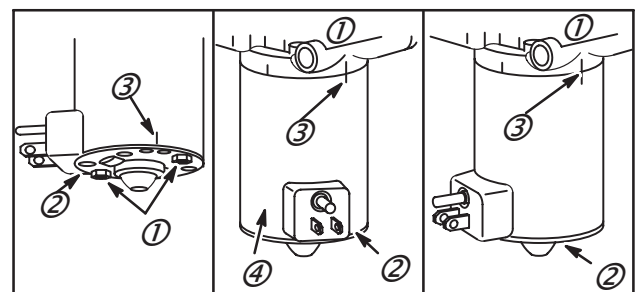

Fig. 49
NOTE : Les couvercles (1, 2) et le porte-balais (4) doivent être placés dans la même position qu'au démontage. Aligner les repères (3) pour éviter toute interférence, Fig. 49.
6. Aligner le couvercle avec les repères, Fig. 49, et serrer les vis.